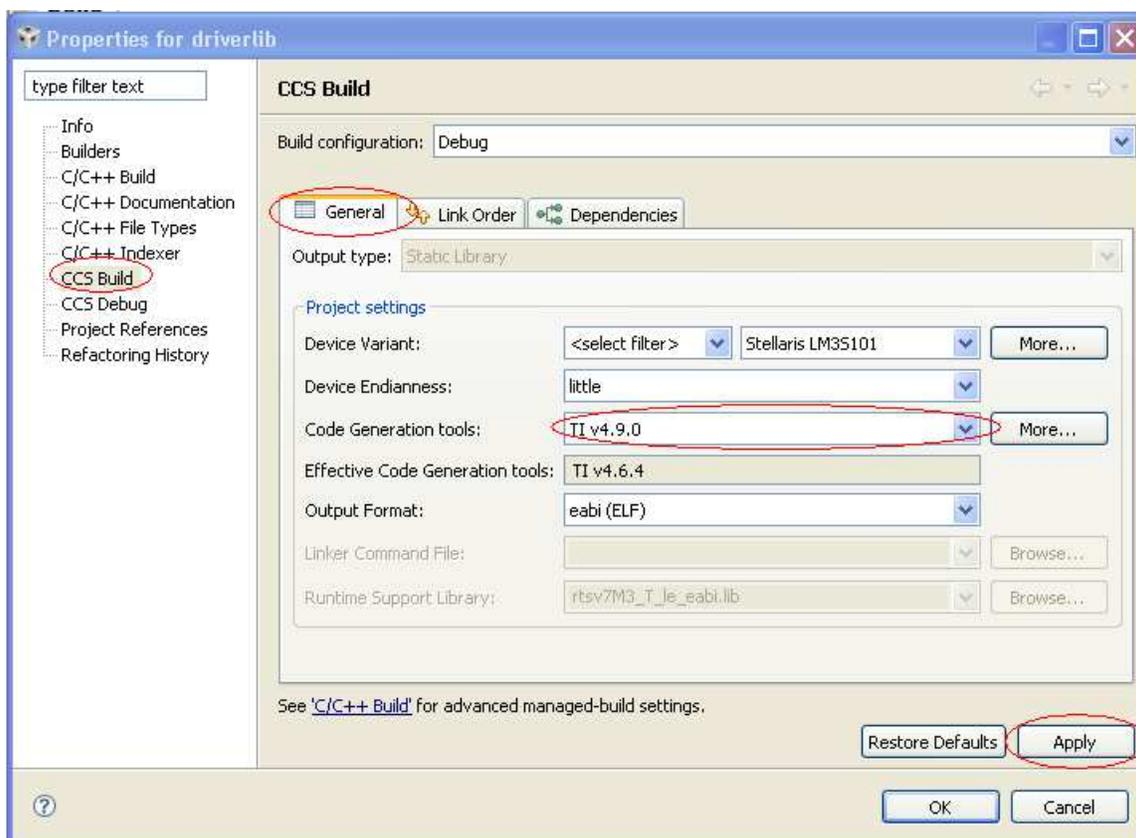

图 23. 针对驱动程序库的属性
3. 指向 Project 菜单 → 选择 Properties 来打开如图 23 中所示的项目属性窗口。